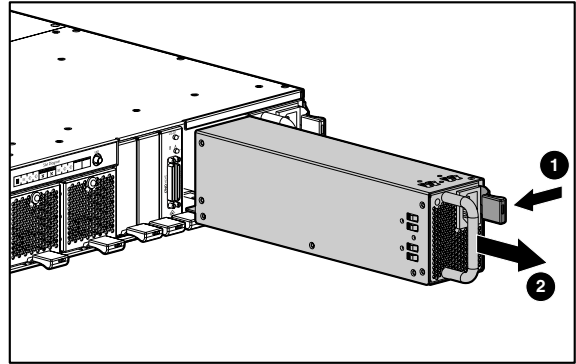

Figura 4: Extracción de la fuente de alimentación
1. Al mismo tiempo que empuja el pestillo del módulo de color rojo de la fuente de alimentación ❶, extraiga la fuente de alimentación del receptáculo ❷ como se muestra en la Figura 4.